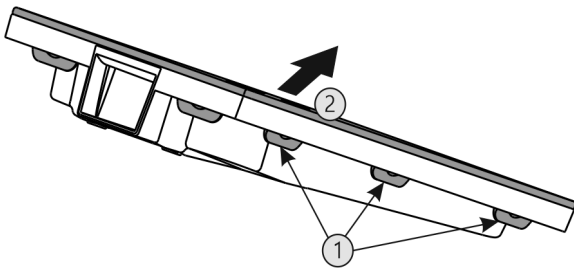

Fig. 72
- ▶ Postupne stlačte všetky spony Fig. 72 (1) a odoberte kryt Fig. 72 (2).